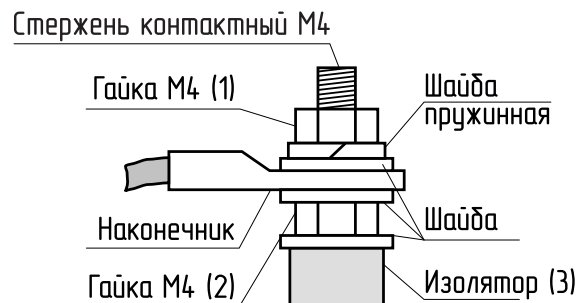

Рис.8 Присоединение проводов к выводам блок ТЭН
13.4. При замене блок ТЭН присоединение фазных проводов к выводам блок ТЭН производить согласно Рис.8. Сечение кабеля указано в таблице 10.
**Внимание!** При закручивании гайки М4 (1) во избежание короткого замыкания, при повреждении изоляции (3) и последующего выхода из строя блока ТЭН необходимо зафиксировать (рожковым) гаечным ключом гайку М4 (2). Затяжку гайки М4 (1) производить с усилием 1,8 Нм.